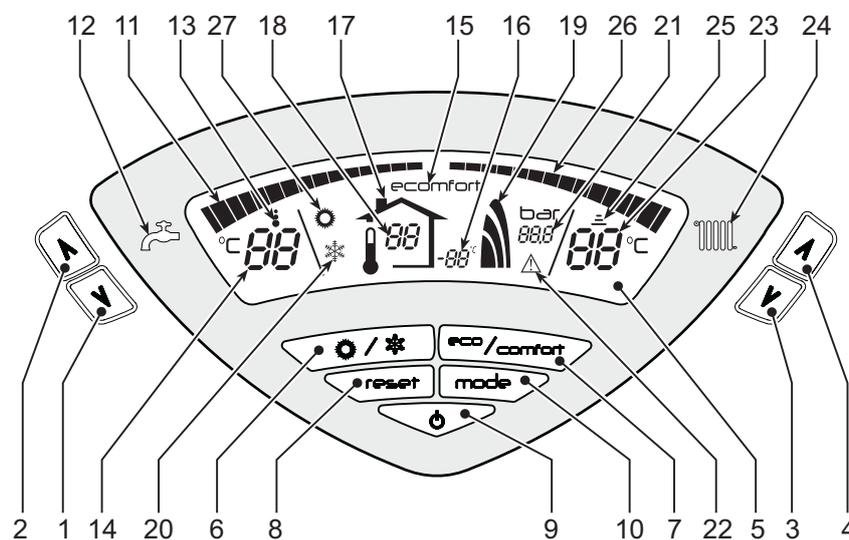
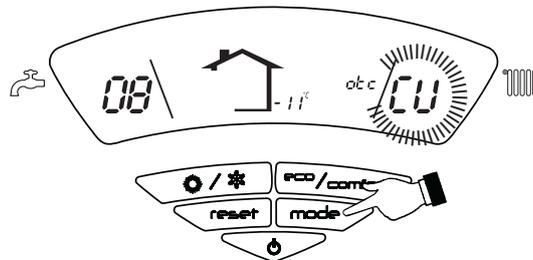
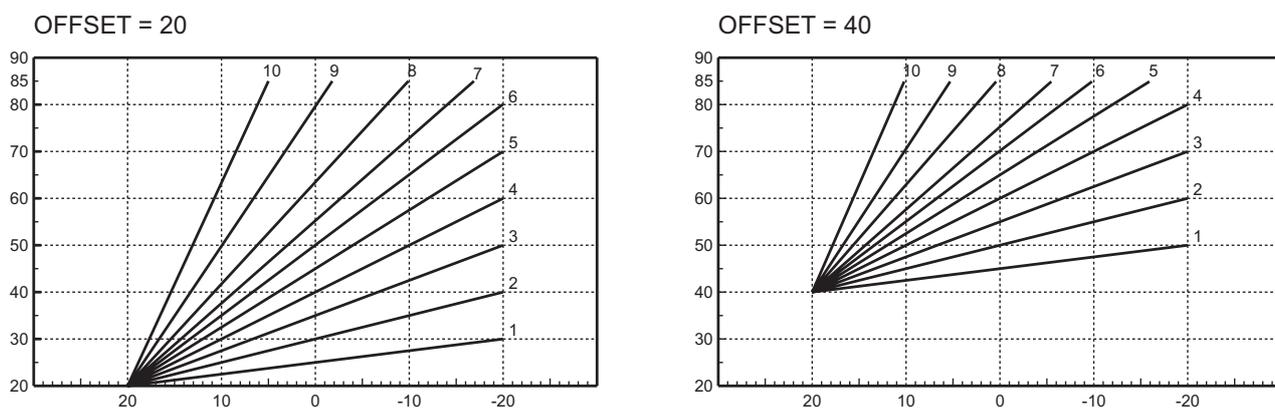

fig. 1 - Pannello di controllo
fig. 11 - Curva di compensazione
fig. 14 - Esempio di spostamento parallelo delle curve di compensazione
La richiesta riscaldamento (generata da Termostato Ambiente o Cronocomando Remoto) è indicata dal lampeggio del simbolo **Funzionamento Riscaldamento** (part. 25 - fig. 1).
Le tacche di graduazione riscaldamento (part. 26 - fig. 1), si accendono man mano che la temperatura del sensore riscaldamento raggiunge il valore impostato.
La richiesta sanitario (generata dal prelievo d'acqua calda sanitaria) è indicata dal lampeggio del simbolo **Funzionamento Sanitario** (part. 13 - fig. 1). Accertarsi che sia attiva la funzione Comfort (part. 15 - fig. 1)
Le tacche di graduazione sanitario (part. 11 - fig. 1), si accendono man mano che la temperatura del sensore sanitario raggiunge il valore impostato.
Quando il riscaldamento del bollitore è attivo (impostazione di default), sul display è attivo il simbolo COMFORT (part. 15 - fig. 1), mentre quando è disinserito, sul display è attivo il simbolo ECO (part. 15 - fig. 1)
Il bollitore può essere disattivato dall'utente (modalità ECO) premendo il tasto eco/comfort (part. 7 - fig. 1). Per attivare la modalità COMFORT premere nuovamente il tasto **eco/comfort** (part. 7 - fig. 1).
Premere il tasto **on/off** (part. 9 - fig. 1) per 1 secondo.
Per riaccendere la caldaia, premere nuovamente il tasto **on/off** (part. 9 fig. 1) per 1 secondo.
- Premere il tasto ON/OFF (9 - fig. 1)
Premere il tasto **estate/inverno** (part. 6 - fig. 1) per 1 secondo.
Il display attiva il simbolo Estate (part. 27 - fig. 1): la caldaia erogherà solo acqua sanitaria. Rimane attivo il sistema antigelo.
Per disattivare la modalità Estate, premere nuovamente il tasto **estate/inverno** (part. 6 - fig. 1) per 1 secondo.
Agire sui **tasti riscaldamento** (part. 3 e 4 - fig. 1) per variare la temperatura da un minimo di 30 °C ad un massimo di 85°C.
Agire sui **tasti sanitario** (part. 1 e 2 - fig. 1) per variare la temperatura da un minimo di 10°C ad un massimo di 65°C.
Quando viene installata la sonda esterna (opzionale) sul display del pannello comandi (part. 5 - fig. 1) è visualizzata l'attuale temperatura esterna rilevata dalla sonda esterna stessa. Il sistema di regolazione caldaia lavora con "Temperatura Scorrevole". In questa modalità, la temperatura dell'impianto di riscaldamento viene regolata a seconda delle condizioni climatiche esterne, in modo da garantire un elevato comfort e risparmio energetico durante tutto il periodo dell'anno. In particolare, all'aumentare della temperatura esterna viene diminuita la temperatura di mandata impianto, a seconda di una determinata "curva di compensazione".
Con regolazione a Temperatura Scorrevole, la temperatura impostata attraverso i **tasti riscaldamento** (part. 3 e 4 - fig. 1) diviene la massima temperatura di mandata impianto. Si consiglia di impostare al valore massimo per permettere al sistema di regolare in tutto il campo utile di funzionamento.
Premendo una volta il tasto **mode** (part. 10 - fig. 1) viene visualizzata l'attuale curva di compensazione (fig. 11) ed è possibile modificarla con i **tasti sanitario** (part. 1 e 2 - fig. 1).
Premendo i **tasti riscaldamento** (part. 3 e 4 - fig. 1) si accede allo spostamento parallelo delle curve (fig. 14), modificabile con i **tasti sanitario** (part. 1 e 2 - fig. 1).
Premendo nuovamente il tasto **mode** (part. 10 - fig. 1) si esce dalla modalità regolazione curve parallele.
Se alla caldaia è collegato il Cronocomando Remoto (opzionale), le regolazioni descritte in precedenza vengono gestite secondo quanto riportato nella tabella 1. Inoltre, sul display del pannello comandi (part. 5 - fig. 1), è visualizzata l'attuale temperatura ambiente rilevata dal Cronocomando Remoto stesso.
Selezione Eco/Comfort	Disabilitando il sanitario dal menù del Cronocomando Remoto, la caldaia seleziona la modalità Economy. In questa condizione, il tasto 7 - fig. 1 sul pannello caldaia, è disabilitato.
Abilitando il sanitario dal menù del Cronocomando Remoto, la caldaia seleziona la modalità Comfort. In questa condizione, con il tasto 7 - fig. 1 sul pannello caldaia, è possibile selezionare una delle due modalità.